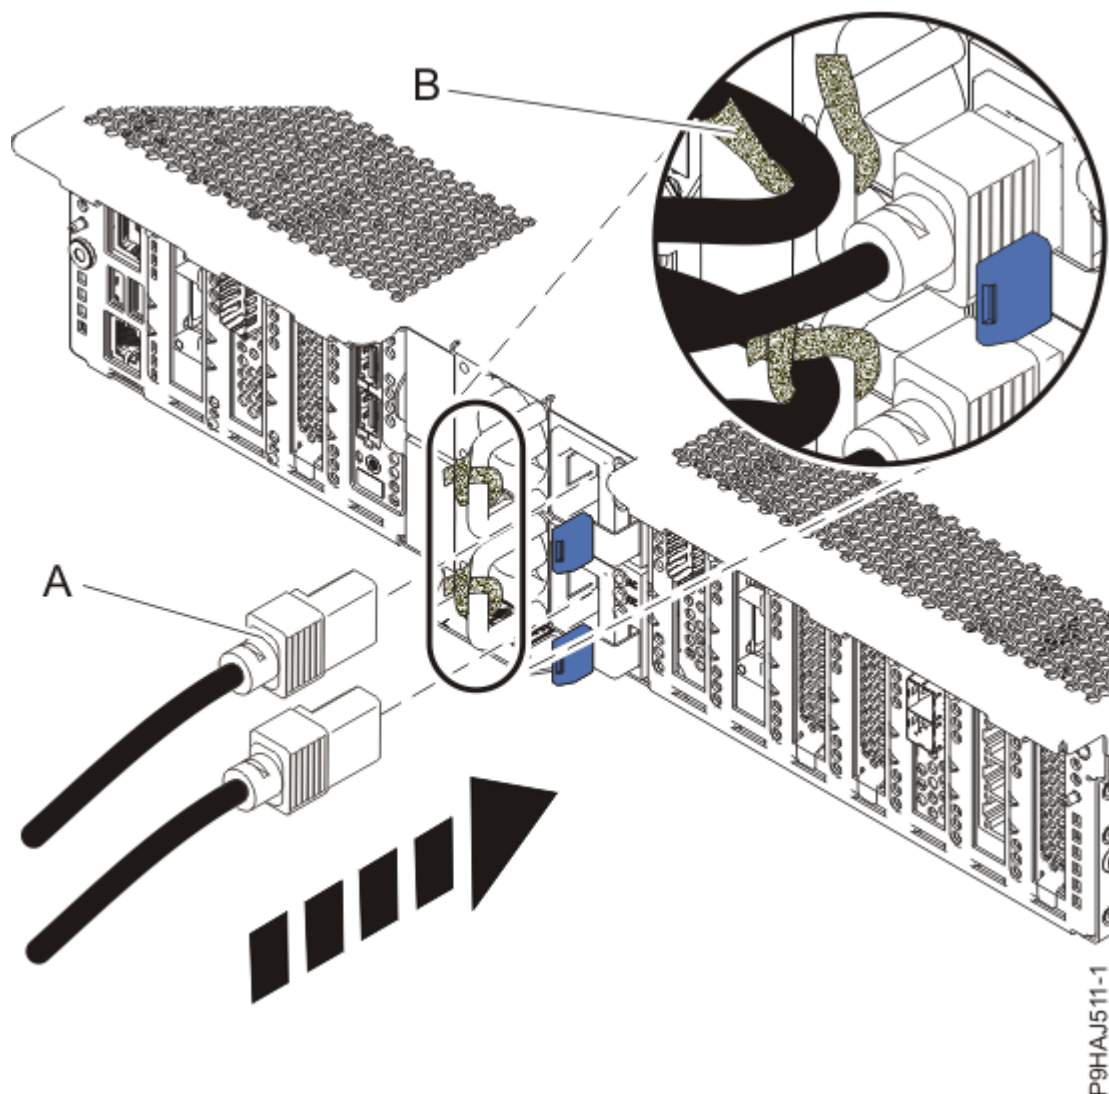

Figura 43. Conexión de los cables de alimentación
8. Utilizando las etiquetas, vuelva a conectar los cables de alimentación **(A)** a la unidad del sistema. Sujete los cables de alimentación al sistema utilizando el cierre velcro **(B)** como se muestra en la Figura 43 en la página 67.